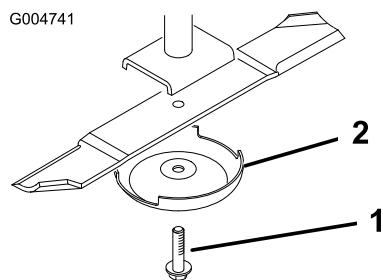

Figura 84
- Togliete il bullone, la coppa antistrappo e la lama dall'asse del fusello (Figura 84).